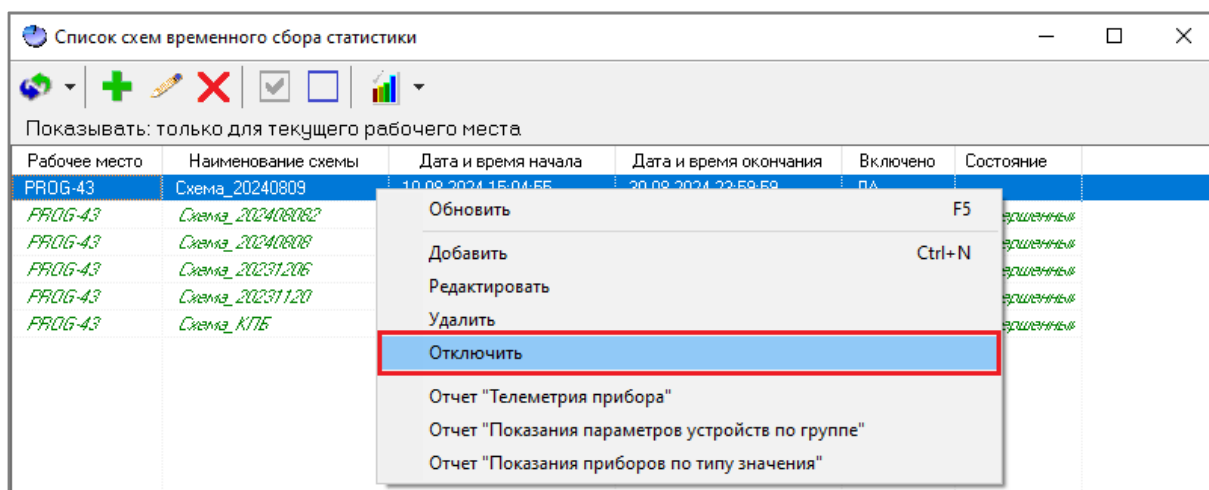

Рисунок 12-122 Отключение схемы ВСС через контекстное меню области списка схем ВСС окна "Список схем временного сбора статистики"
- либо вызовите контекстное меню области списка схем ВСС (см. п. 12.6.1.2.1) окна «Список схем временного сбора статистики» и выберите в нем пункт «Редактировать» (см. Рисунок 12-122).